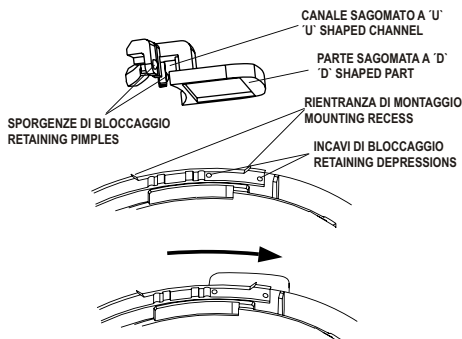

FIG. 6 Inserimento della Linguetta Indirizzo
- 2) Fissare la linguetta del rilevatore come mostrato in Fig. 6.
- 2) Fit the Address Flag to the detector as shown in Fig. 6.